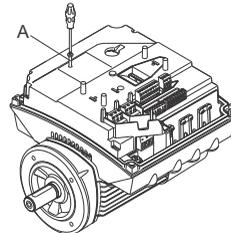

Abb. 61 Entfernen der Sicherungsschraube
3. Entfernen Sie die Sicherungsschraube (Abb. 61, A).
5. Setzen Sie die Sicherungsschrauben (Abb. 61, A) ein und ziehen Sie sie mit 1,3 Nm fest.